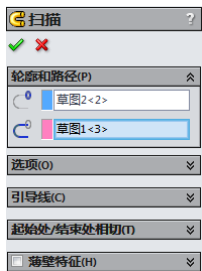

图 4-54 【扫描】对话框
- 02 选择菜单栏中的【插入】|【凸台/基体】|【扫描】命令，或者单击【特征】选项卡中的  【扫描】按钮，系统弹出【扫描】对话框，如图 4-54 所示。